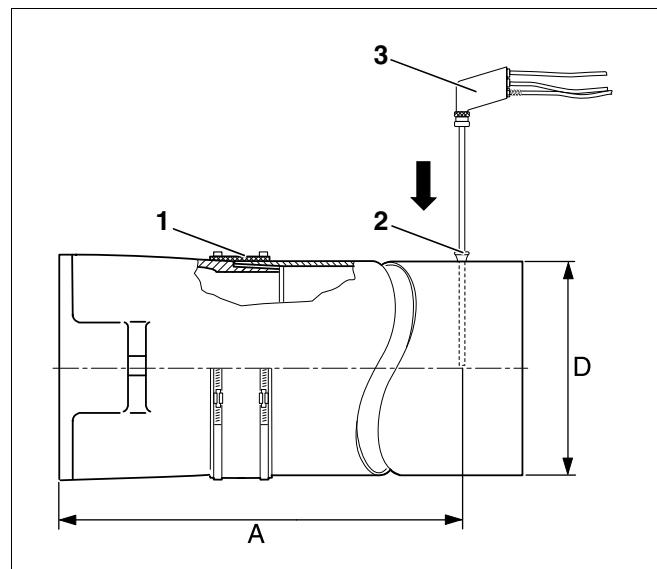

Рис. 8 Проведение замеров
Замеры производятся в дымовой трубе. Отверстие для замеров (муфта; рис. 8, поз. 2) должна находиться на расстоянии "A" (примерно 2 диаметра дымовой трубы "D") от патрубка дымовых газов (рис. 8). Если сразу после отопительного котла установлено колено для соединения с системой отвода дымовых газов, то замеры нужно производить до этого колена.
Мы рекомендуем установить уплотнительную манжету (рис. 8, поз. 1) для соединения котла с дымовой трубой.
- Опустить измерительный зонд (рис. 8, поз. 3, стр. 16) в центр потока (в середину трубы), здесь дымовые газы имеют наивысшую температуру.